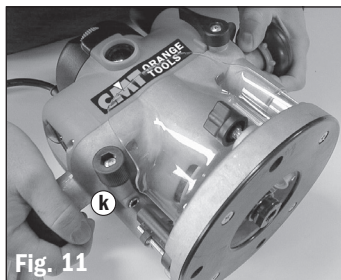

Fig. 11
2. Aspettare che la fresa sia completamente ferma poi mettere la fresatrice alla profondità massima o in modalità affondo con impugnatura girevole. **Fig. 11**. **Nota:** controllare che il blocco profondità (**k**) sia sbloccato (vedere Fig. 13 di seguito). La boccola ora deve sporgere dalla base (e dal banco di fresatura CMT se montato), consentendo facile accesso.